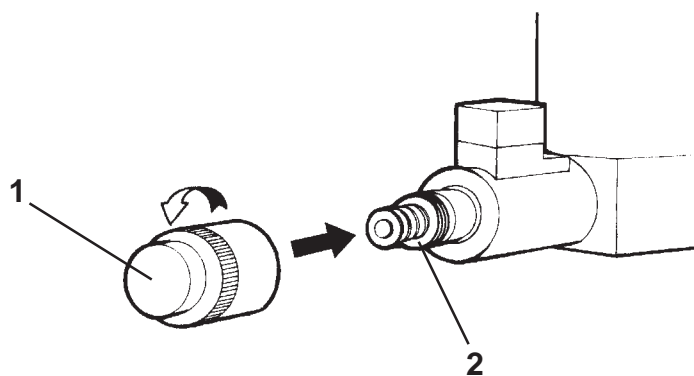

Fig. 33
- aprire la valvola di discesa manuale prima svitando il tappo di protezione (1 Fig.33), poi premere sul dispositivo (2).
- Open the manual drop valve by unscrewing the protection cap (1 Fig.33) and then pressing device (2).
- Das manuelle Absenkventil öffnen, indem zuerst der Schutzstößel (1 Fig.33) losgeschraubt und dann die Vorrichtung (2) betätigt wird.
- Ouvrir la valve de descente manuelle en dévissant d'abord le bouchon de protection (1 Fig.33) et en appuyant ensuite sur le dispositif (2).
- abra la válvula de descenso manual desenroscando el tapón de protección (1 Fig.33) y, luego apriete el dispositivo (2).